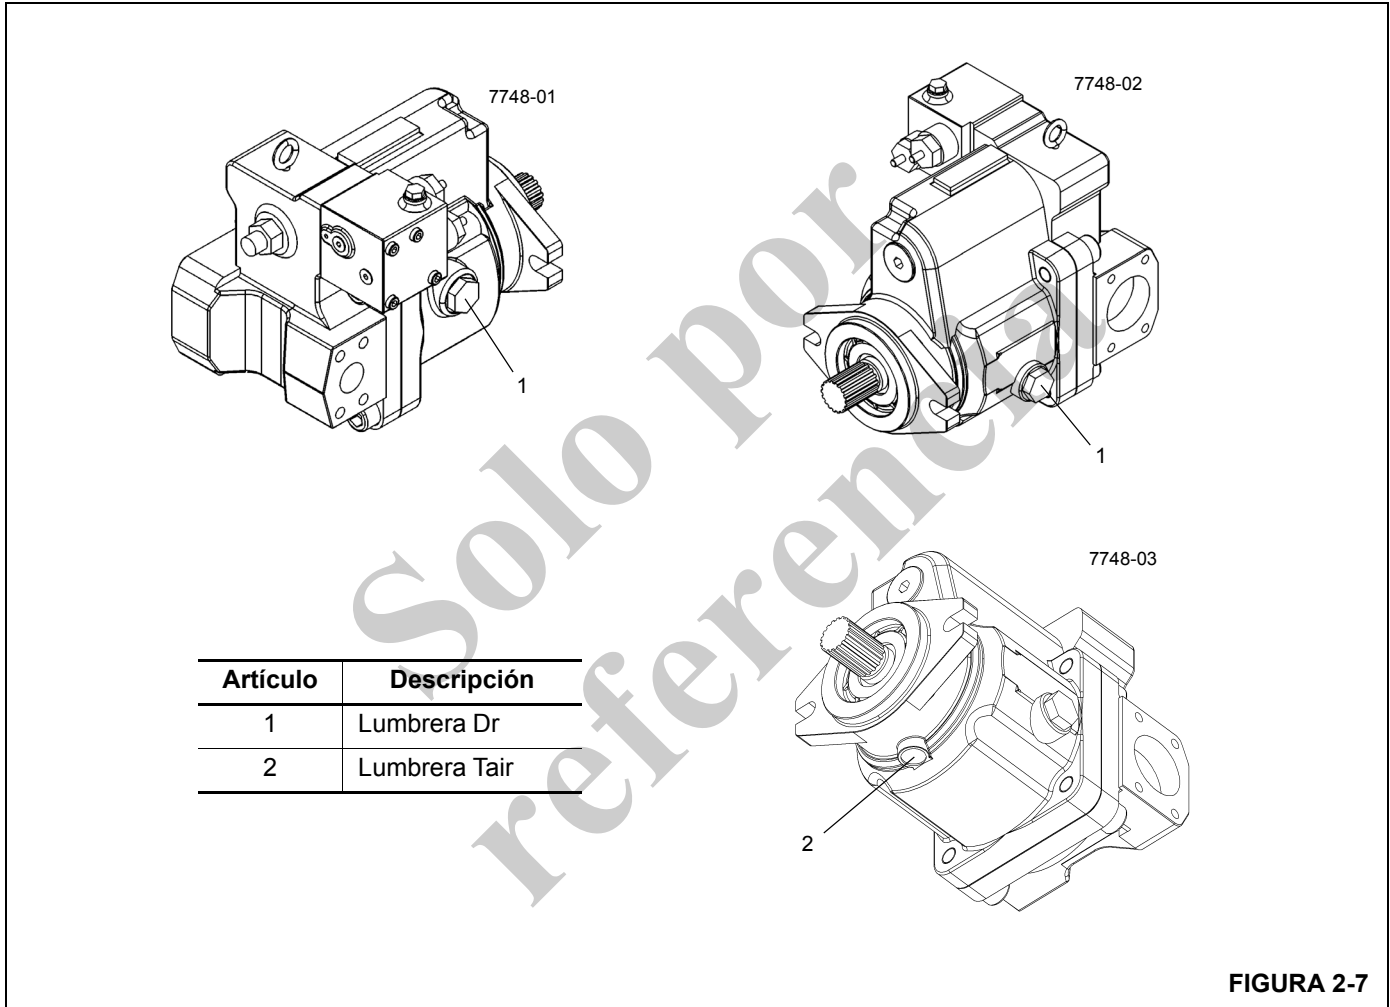

FIGURA 2-7
2. Saque el tapón de la lumbrera Dr de la bomba (Figura 2-7). Llene la caja de la bomba con aceite hidráulico, vuelva a colocar el tapón y apriete a 123 lb-pie.
3. Coloque un recipiente adecuado debajo de la bomba N° 1 para recoger el aceite. Saque el tapón de la lumbrera Tair de la bomba (Figura 2-7).